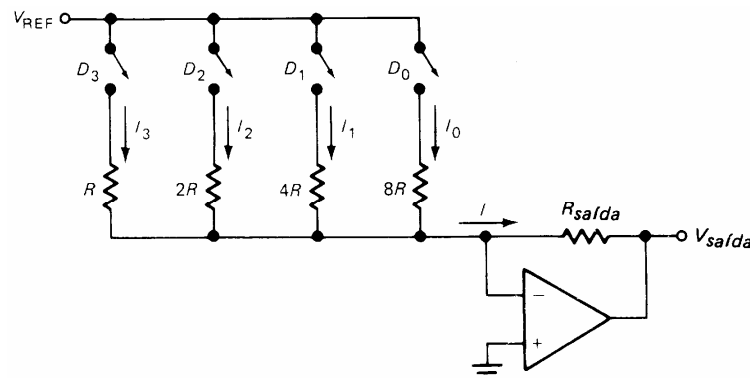

Fig. 8.2: Circuito Básico de um Conversor Analógico-Digital
6. Considere o conversor DA de 4 bits da Fig. 8.2, com resistências ponderadas, onde a resistência  $R = 2 \text{ k}\Omega$  e a resistência de saída seja  $R_{saída} = 10 \text{ k}\Omega$ . Calcule a corrente e a tensão de saída do circuito. A tensão de referência é  $V_{REF} = 5 \text{ V}$ .